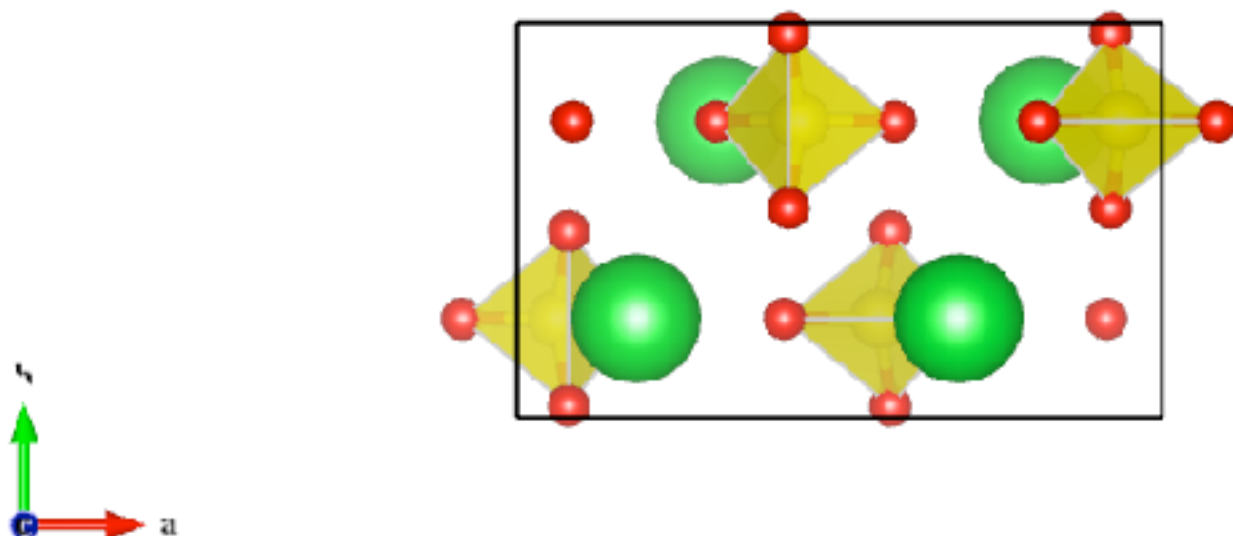

図3 BaSO₄ の結晶構造投影図 // [001]
- (1) VESTA を起動する。
- (2) “File” メニュー → “Open ...” から、入力完了した “BaSO4.ins” ファイルを開く。
- (3) [Edit] メニュー → [Bonds...] で “Bonds - BaSO4.ins” ダイアログを開く。
- (4) Ba-O 結合の結合描画指定を選択し [Delete] ボタンをクリックして削除する。
- (5) [Apply] ボタンをクリックし、S 原子の周りに四面体状に O 原子への結合が表示されることを確認する。
- (6) [Ok] ボタンをクリックし、“Bonds - BaSO4.ins” ダイアログを閉じる。
- (7) [Style] タブを選択し、“Style” セクションから Polyhedral (多面体表示) を選択する。
- (8) 構造に関するパラメータが正しく入力されていれば、図 3 に示すような投影図が表示されるはずである。